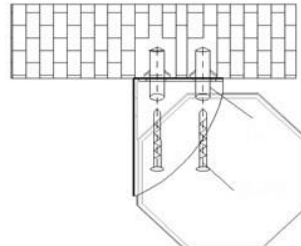

Fig.5
2. Dübel einsetzen und die Schrauben festziehen ( Fig. 5).